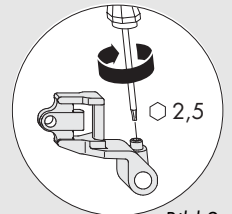

Bild 2
- B** Lagerbolzen (8/14) unbedingt mit Gewindestift im Winkelbandlager (10/16) sichern (Drehmoment $2,5 \pm 0,25$ Nm) (siehe Bild 2).